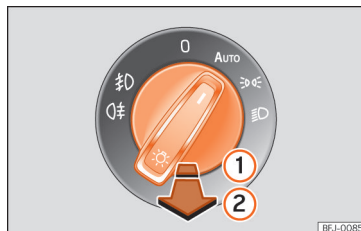

Abb. 71 Instrumententafel: Bedienelement Licht
- **Nebelscheinwerfer einschalten** $\mathbb{D}$: Ziehen Sie den Lichtschalter bis zur ersten Raste heraus $\gg$ (Abb. 71) ①.
- **Nebelschlusslicht einschalten** $\mathbb{Q}$: Ziehen Sie den Lichtschalter ganz heraus ②.